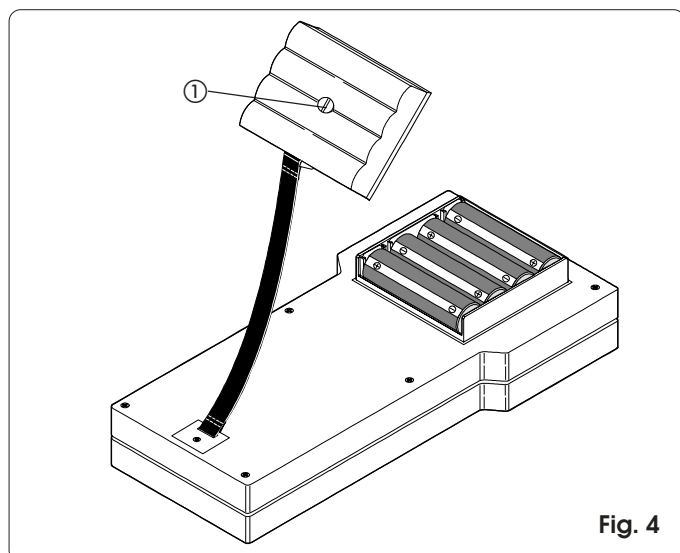

Fig. 4
Svitare la vite di chiusura dell'alloggiamento delle batterie posto sul fondo del FAAC TOTUM (fig. 4 rif. ①) e sollevare il coperchio.